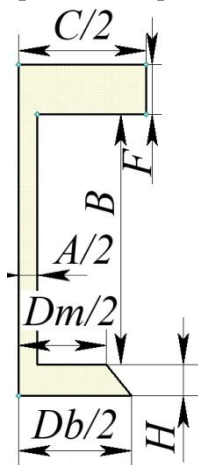

Рис. 3.5 – 3D профиль клапана
3.3.4 Создайте «3D деталь»  и сохраните её в рабочую папку, например, как «лр3 Клапан». Начертите на рабочей плоскости «Вид слева» 3D профиль  тела клапана, как показано на рис. 3.5.